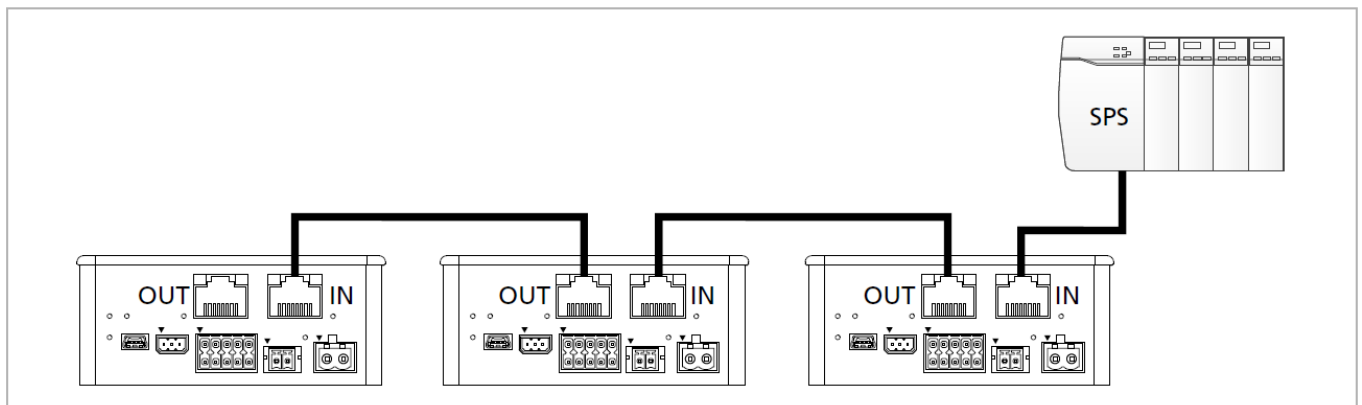

図2: EtherCATネットワーク接続
2. EtherCATのINポートをマスター側ポートに接続します（図2参照）。